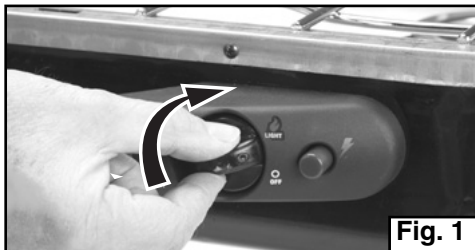

Fig. 1
- Asegúrese que las válvulas del quemador estén apagadas. (Fig. 1)